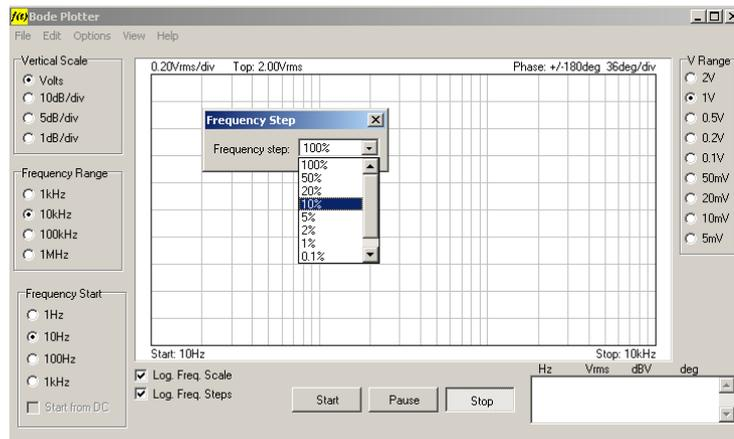

Рис. 2. Установка шага изменения частоты.
- 1.3.7. В появившемся окошке Frequency Step выберите шаг в 10% (рис. 2) и закройте окошко.